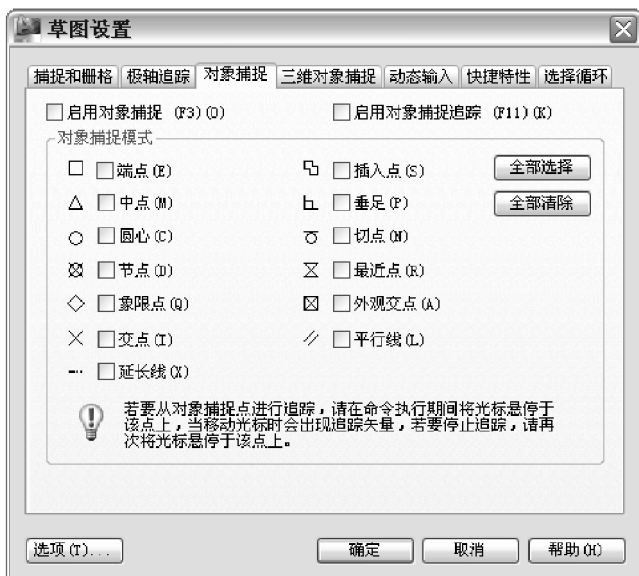

图 3-14 【草图设置】选项卡
1) 选择【工具】菜单栏中的【绘图设置】命令或在命令行执行“OSNAP”命令或者右键单击状态栏中的对象【捕捉追踪】按钮或者【对象捕捉】按钮，选择【设置】命令，系统弹出【草图设置】对话框如图 3-14 所示。